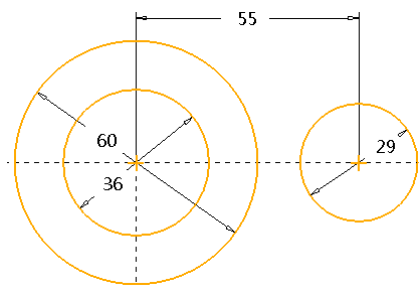

图 2-97 绘制圆
- 单击按钮, 以坐标系原点为圆的圆心, 绘制如图 2-97 所示的圆。